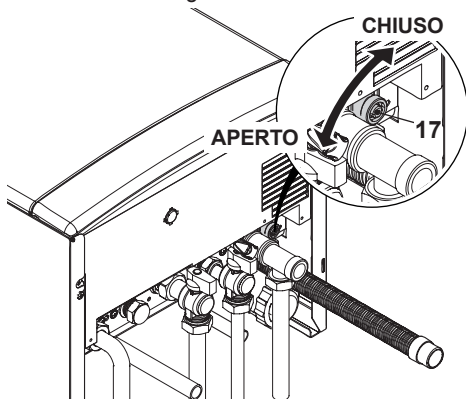

Fig. 9.3
- Allentare il rubinetto di svuotamento caldaia 17 indicato in Fig. 9.3.